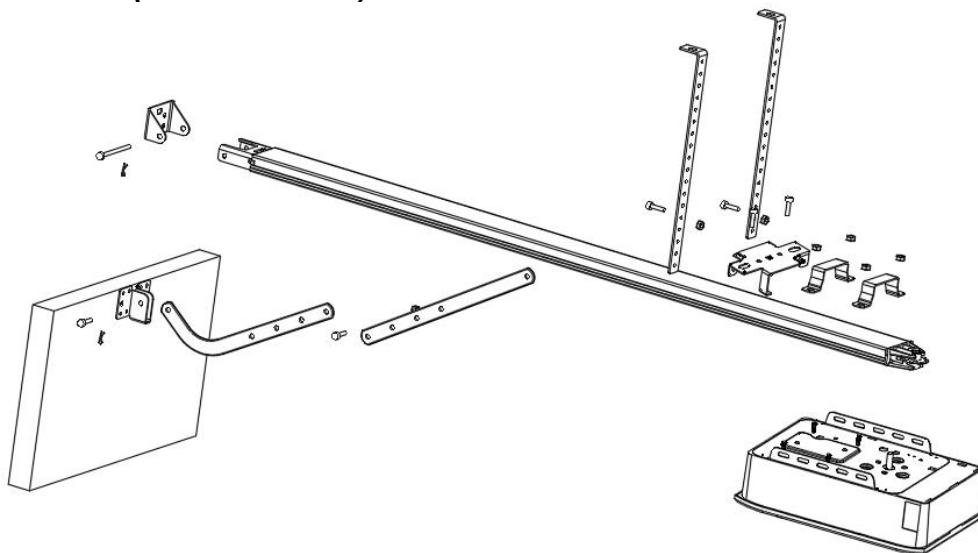

Abbildung 3
SCHRITT1 (Abb.3)
SCHRITT2 (Abb.3)
SCHRITT3 (Abb.3, Abb.4)
SCHRITT4 (Abb.3, Abb.5)